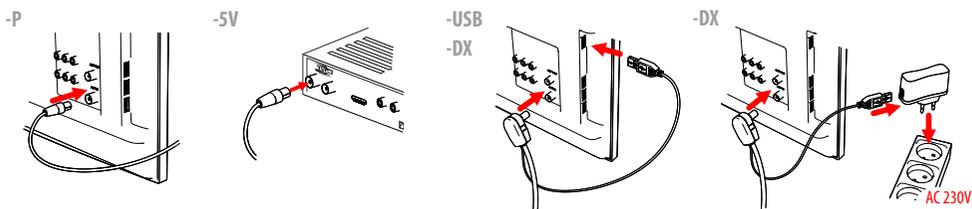

Рис.5 Подключение антенны к телевизору
6.10 Подключите кабель к телевизору или цифровому приемнику. Подключение различных исполнений антенны показано на рис.5